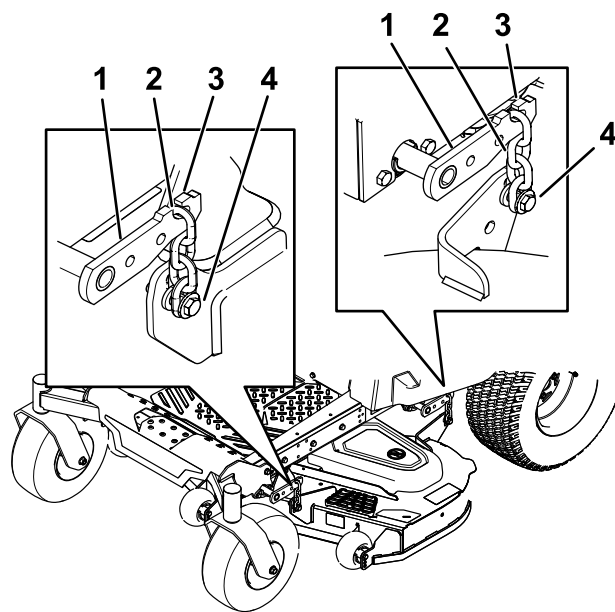

Figure 65
- Détachez les chaînes des crochets sur les bras de levage du tablier (Figure 65).
6. Soulevez l'arrière du tablier de coupe et accrochez les chaînes aux bras de levage arrière (Figure 65).
7. Accrochez les chaînes avant aux bras de levage avant (Figure 65).